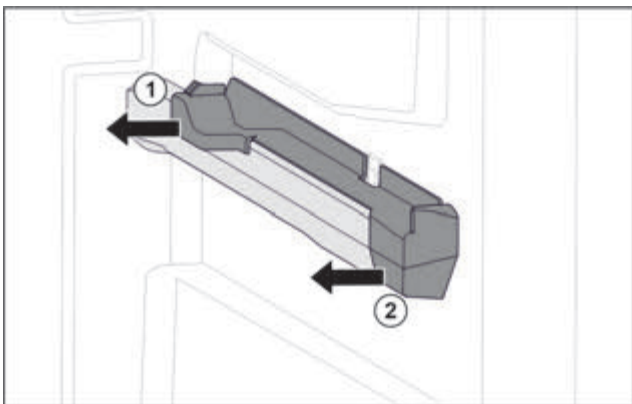

Fig. 33 Вставна частина на правому ребрі для резервуару
- ▶ Відсунути вставну частину назад вбік. Fig. 33 (1)
- ▶ Відсунути вставну частину вперед вбік. Fig. 33 (2)